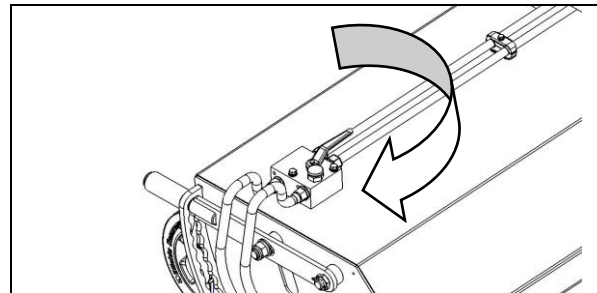
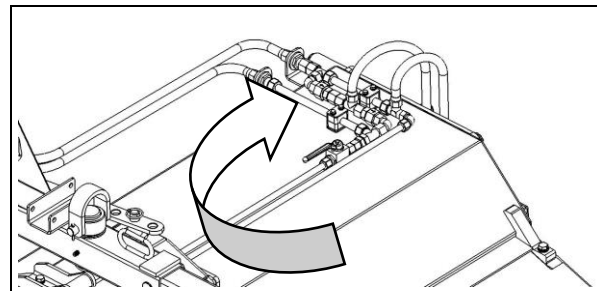

Fig. 4.13
Fig. 4.14
- Absperrhahn zum Hydraulikmotor des Seitenkehrbesens (Fig. 4.13) sowie Hydraulikzylinder des Sammelbehälters (Fig. 4.14) öffnen.